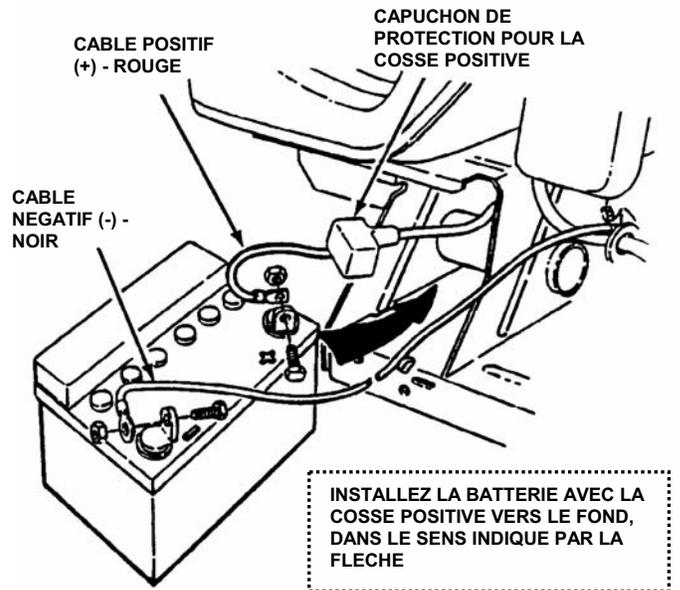

FIGURE 4.17
3. Regardez et notez l'emplacement des câbles sur la batterie. Voir la figure 4.17.
Les câbles doivent être branchés sur les bonnes cosses, comme indiqué sur la figure 4.17. N'ESSAYEZ PAS de recharger la batterie si elle est encore installée sur la tondeuse. N'ESSAYEZ PAS D'ACCELERER la charge de la batterie.
11. Réinstallez le cache batterie. Voir la figure 4.17.